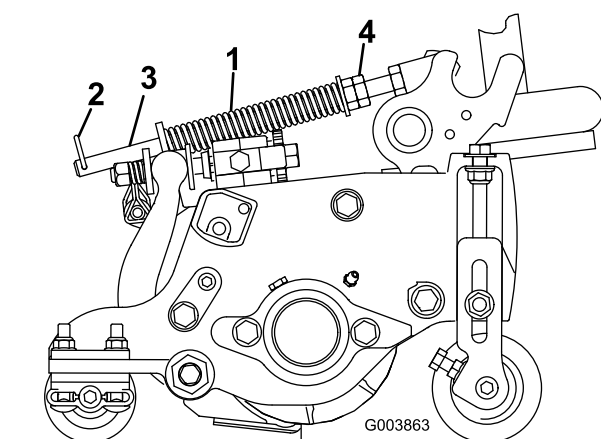

Figura 12
El muelle de compensación del césped (Figura 12) transfiere peso del rodillo delantero al trasero. (Esto ayuda a reducir el patrón de ondulación en el césped.)
1. Asegúrese de que el pasador de horquilla está instalado en el taladro del extremo de la varilla (Figura 12).
2. Apriete las tuercas hexagonales de la sección delantera de la varilla del muelle hasta que la longitud del muelle comprimido sea de 12,7 cm en el Reelmaster 5210 y 5410 (unidades de corte de 5 pulgadas), y de 15,9 cm en el Reelmaster 5510 y 5610 (unidades de corte de 7 pulgadas) (Figura 12).